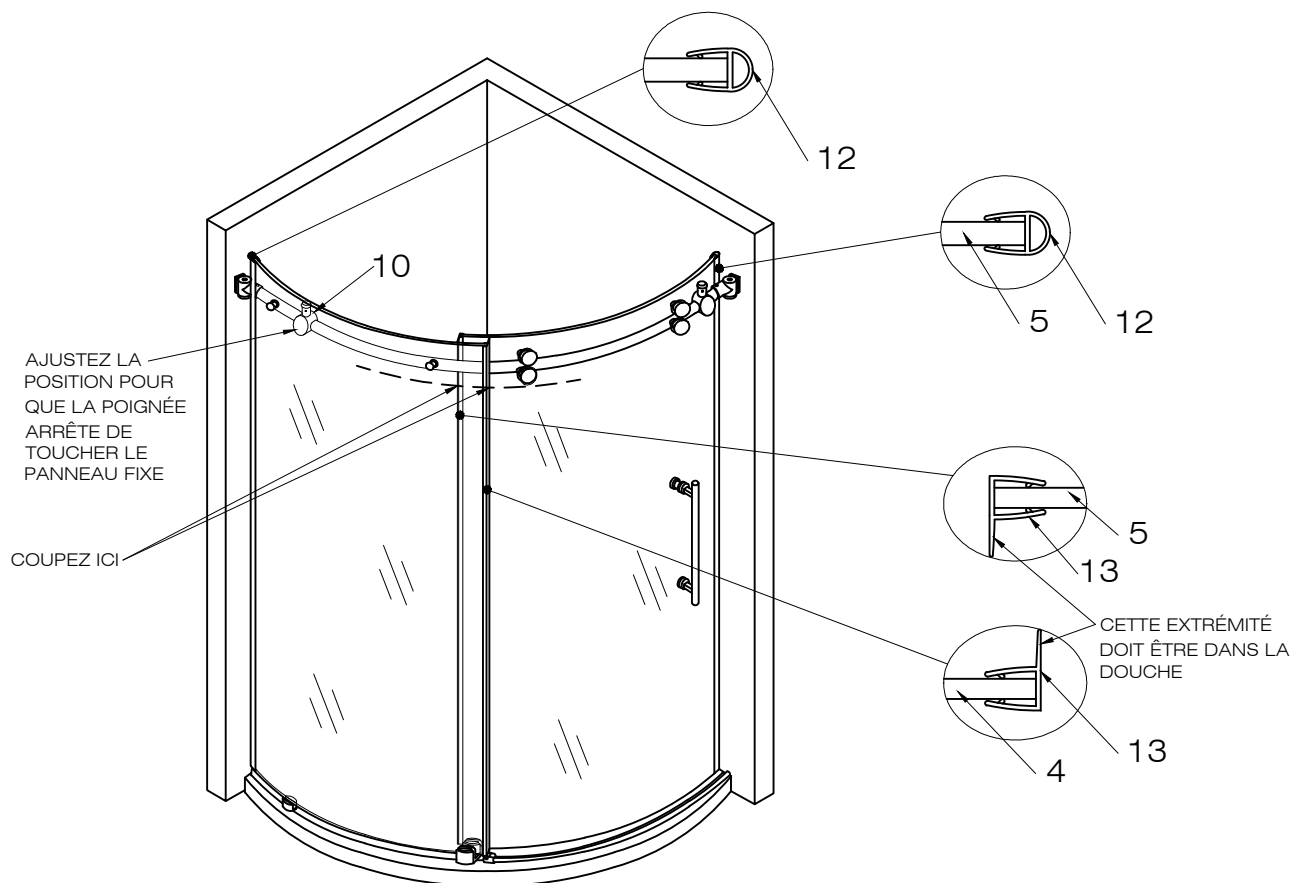

FIG.10
4. La position de la butée de porte (n° 10) peut changer pour que la poignée arrête de cogner contre le panneau fixe lorsque la porte est en position ouverte. Procédez au réglage en fonction. [CF FIG. 10]
1. Placez les bandes d'étanchéité (n° 12 et n° 13) sur la porte et le panneau fixe, respectivement. [Cf. FIG. 10]